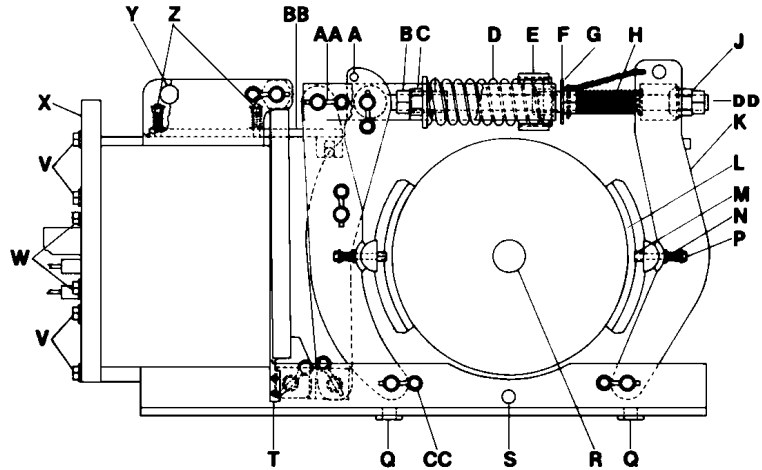

Figure 1 : Installation du frein
- Voir la figure 1 pour les pièces identifiées par une lettre, par ex., «(G)»
Cette section décrit le réglage de l'espace de l'armature, de l'écart des sabots et du couple de frein. Les lettres entre parenthèses renvoient à la figure 1 à la page 56.
Remplacer les garnitures de frein en observant les procédures ci-après (voir la figure 1):